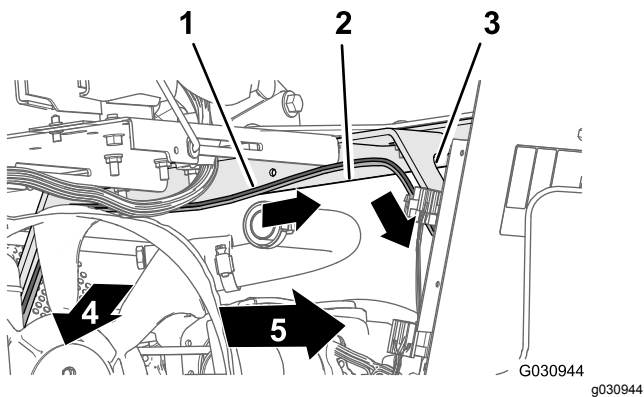

**Рисунок 136**
1. Проложите ответвление длиной 165 см жгута проводов вверх и внутрь задней части моторного отсека вдоль правой опоры кожуха двигателя – передней части воздуховода, который соединяет воздушный фильтр с двигателем (**Рисунок 136**).